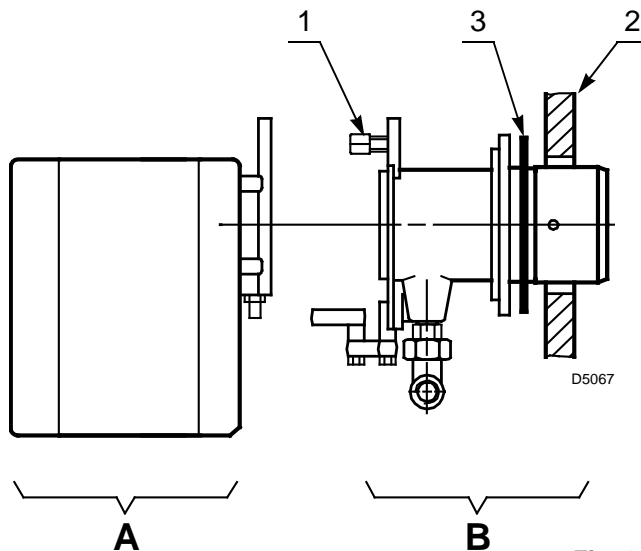

Fig. 10
- Scheid de branderkop van de rest van de brander, door de moer 1) en de groep A)(Fig. 10) te verwijderen.
- Bevestig de groep B)(Fig. 10) op de plaat 2) van de ketel, en voorzie de bijgeleverde afdichting 3).